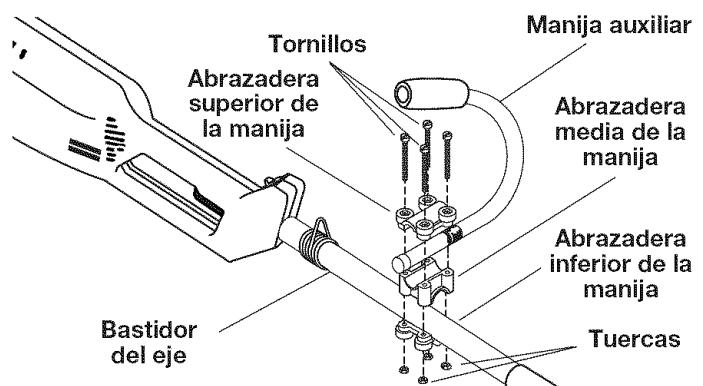
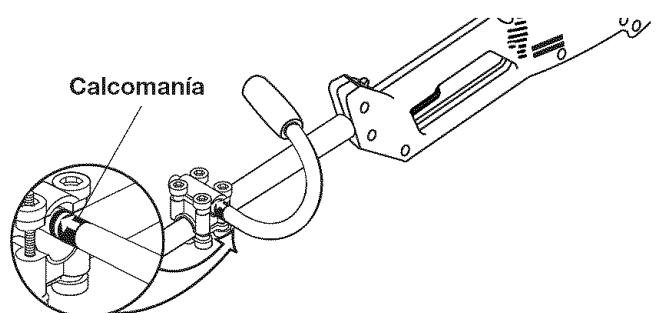

Fig. 1
Fig. 2
1. Coloque la manija auxiliar entre la abrazadera superior y la abrazadera media (Fig. 1).
2. Mientras sostiene las tres piezas juntas, instale los cuatro (4) tornillos a través de la abrazadera superior y en la abrazadera media.
5. Deslice la manija auxiliar hacia adentro o hacia afuera hasta que la flecha /línea blanca de la calcomanía toque el ensamble de la abrazadera (Fig. 2).